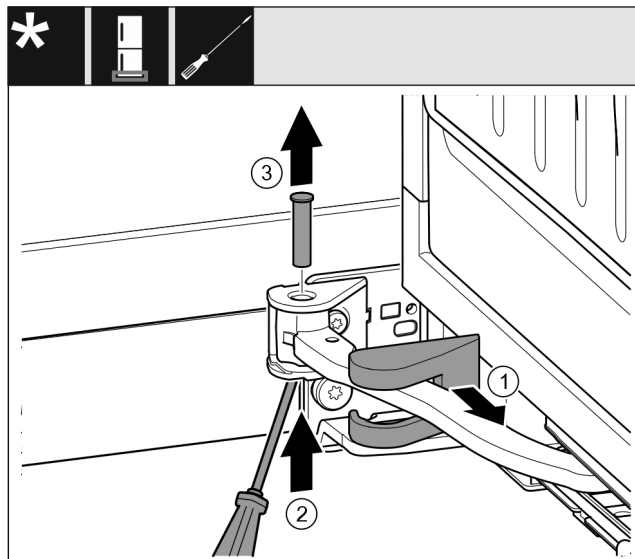

Fig. 15
- ▶ Stáhněte kryt stojanu ložiska a posuňte podél kloubu. Fig. 15 (1)
- ▶ Čep zespodu nadzvedněte prstem nebo šroubovákem. Fig. 15 (2)
- ▶ Šroubovákem zajedte pod hlavu čepu a vytáhněte jej. Fig. 15 (3)